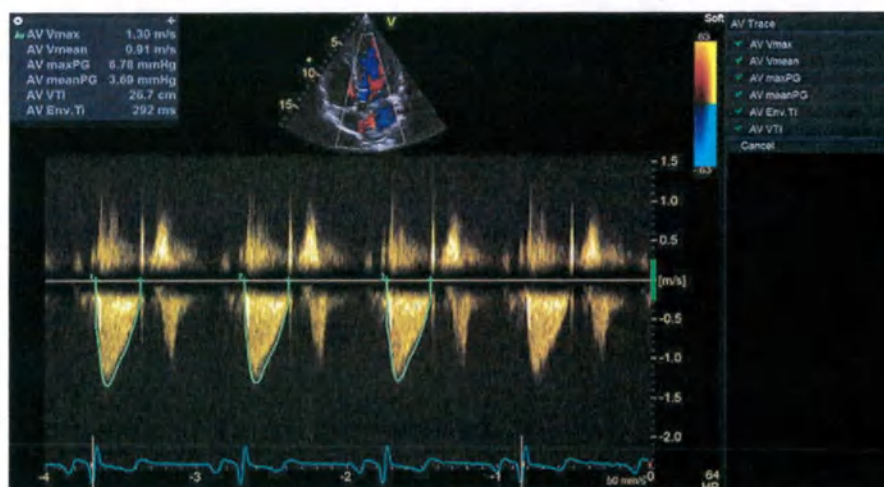

Рис. 8-39. Экран измерений Cardiac Auto Doppler
- После этого будут созданы контуры трассировки, и на экране отобразятся усредненные значения, полученные в результате измерения, как показано на Рис. 8-39.